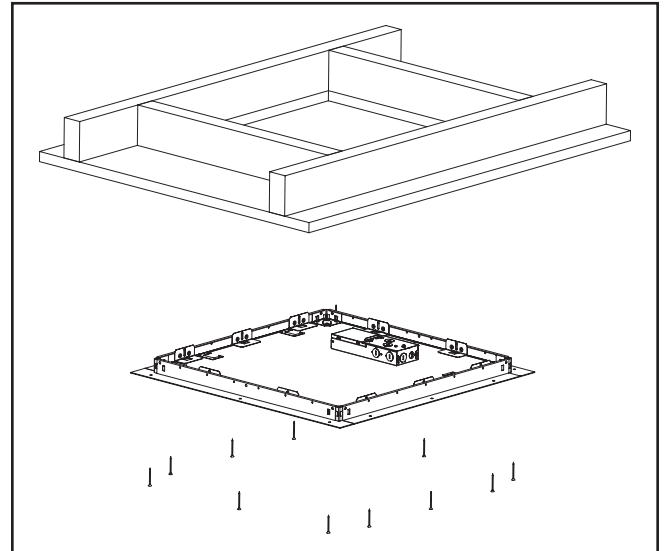

Figure 3.
3. Installez le cadre avec le luminaire dans l'ouverture du plafond et fixez-le à l'aide des vis inviolables fournies. (figure 3.)